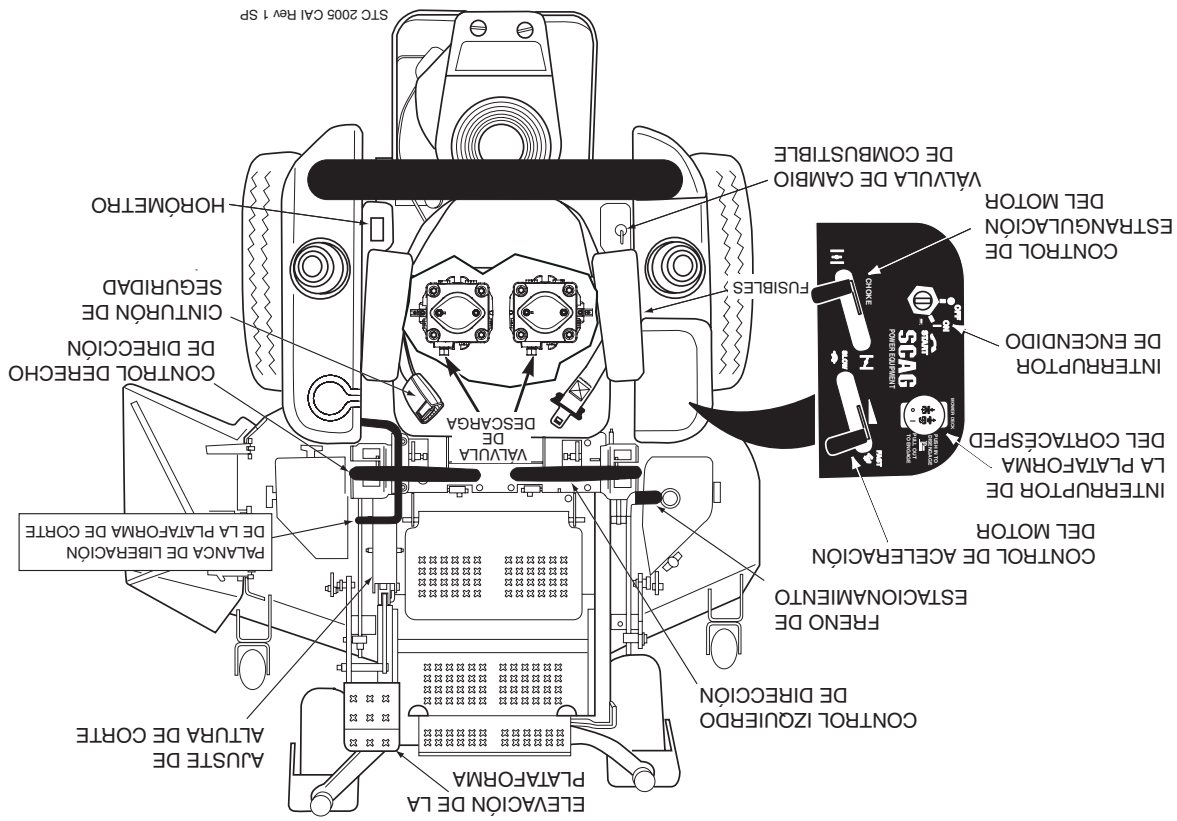

Figura 4-1 Controles e Instrumentos
5. **Horómetro (Figura 4-1).** Indica el número de horas que ha operado el motor. Opera cuando el interruptor de la llave de encendido está en la posición ON. Puede usarse para mantener un registro de los intervalos de mantenimiento y la cantidad de tiempo requerida para realizar varias tareas.
6. **Portafusibles (Figura 4-1).** Dos fusibles de 20 Amp protegen el sistema eléctrico del cortacésped. Para reemplazar los fusibles, retire el fusible del zócalo e instale uno nuevo.
7. **Control izquierdo de dirección (Figura 4-1).** Usado para controlar la rueda izquierda del cortacésped al avanzar hacia adelante o en reversa.
8. **Control derecho de dirección (Figura 4-1).** Usado para controlar la rueda derecha del cortacésped al avanzar hacia adelante o en reversa.
9. **Control del freno de estacionamiento (Figura 4-1).** Usado para accionar y desconectar los frenos de estacionamiento. Tire de la palanca para accionar los frenos de estacionamiento. Presione la palanca para desconectar los frenos de estacionamiento.
10. **Válvula de cambio de combustible (Figura 4-1).** Ubicada en el lado izquierdo de la máquina. Usada para cortar el suministro del combustible al motor y cambiar la alimentación de combustible entre tanques. Gire la válvula en contra del sentido de las agujas del reloj para suministrar combustible solamente del tanque del lado izquierdo. Gire la válvula en el sentido de las agujas del reloj para suministrar combustible solamente del tanque de las agujas del reloj para suministrar combustible solamente del lado derecho.
12. **Palanca de pie de elevación de plataforma (Figura 4-1).** Usada para levantar y bajar la plataforma de corte.
13. **Ajuste de la altura de corte (Figura 4-1).** Usado para poner la plataforma de corte en la altura de corte deseada.
14. **Palanca de liberación de la plataforma (Figura 4-1).** Usada para trabar la plataforma de corte en la posición de transporte. Para corte normal, empuje el pedal hacia adelante y levante la palanca de desenganche de modo de soltar la plataforma de corte.
15. **Cinturón de seguridad (Figura 4-1).** Usado para asegurar al operador. El cinturón de seguridad debe usarse durante toda la operación.
1. Interruptor de encendido (Figura 4-1). Usado para arrancar el motor; tiene tres posiciones; OFF, ON, y START.
2. **Interruptor de la plataforma del cortacésped (Figura 4-1).** Usado para accionar y desconectar el sistema de transmisión del cortacésped. Tire del interruptor para accionar la transmisión de plataforma. Presione el interruptor para desconectar la transmisión de plataforma.
3. **Control de estrangulación del motor (Figura 4-1).** Usado para arrancar un motor frío.
4. **Control de aceleración del motor (Figura 4-1).** Usado para controlar la velocidad de motor. Presionando la palanca hacia abajo aumenta la velocidad del motor. Tirando de la palanca hacia atrás disminuye la velocidad del motor. La posición completamente hacia atrás es la posición de MARCHA EN VACÍO. La posición de corte es la de más adelante.